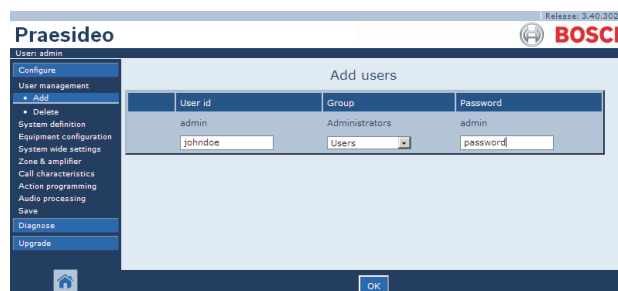

figura 42.3: Adicionar um utilizador, passo 2-4
- 2 Introduza o nome de utilizador para o novo utilizador no campo *User id*. Pode conter até 16 caracteres. Por exemplo, *johndoe* (consulte a figura 42.3).
- 4 Introduza a palavra-passe para o novo utilizador no campo *Password*. Pode conter até 16 caracteres. Por exemplo, *password* (consulte a figura 42.3).